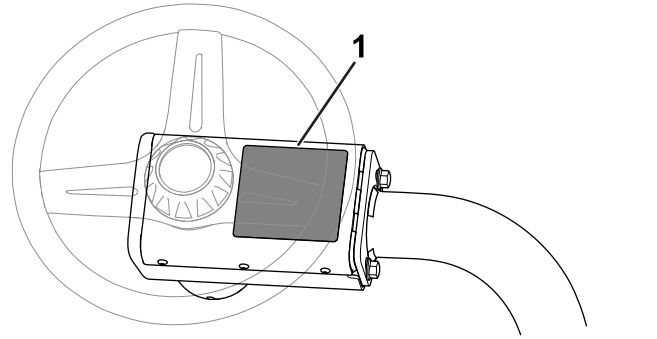

Figure 12
- **Autocollant de sécurité CE :** apposez l'autocollant de sécurité CE (réf. 139-8321) sur l'autocollant de sécurité existant (réf. 139-8320) situé sur le couvre-moyeu du volant ; voir Figure 12.